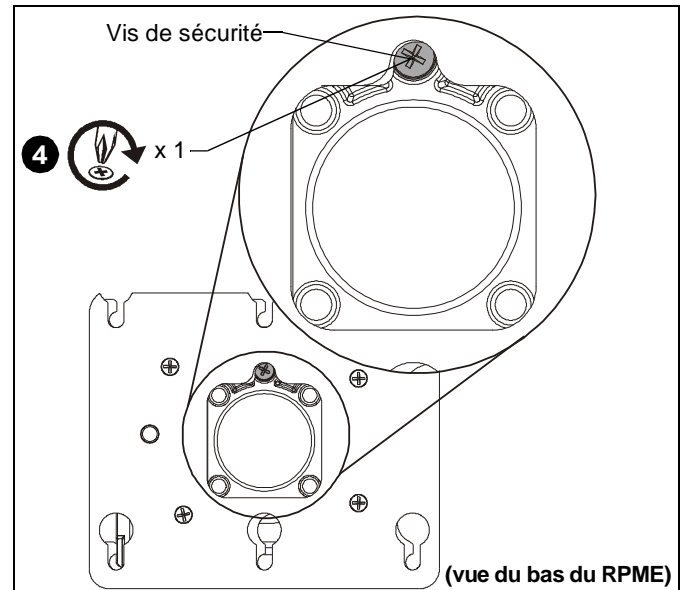

Figure 2
4. Serrez la vis de sécurité (accès depuis le bas du RPME) (Voir la Figure 2) en utilisant un tournevis Phillips jusqu'à ce que la vis d'arrêt ne soit plus visible par le trou d'accès de la vis d'arrêt dans le RPME. (Voir la Figure 2)